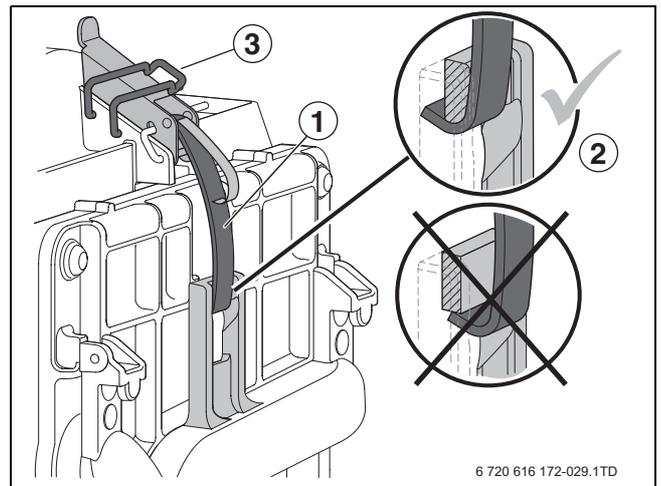

Fig. 94 Fissare e assicurare le chiusure a scatto
- Dopo aver montato il bruciatore e la copertura del bruciatore, fissare sempre le chiusure a scatto con le relative clip di sicurezza [3] (→ fig. 94).